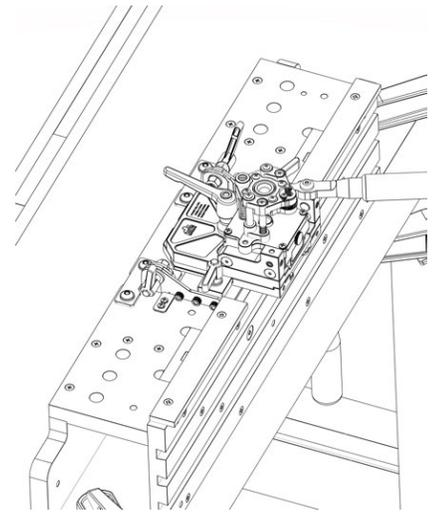

FIG. 10
2. Après avoir fixé le Pocket Mill Pro à la plaque de montage universelle, fermez les poignées de réglage. Voir figure 10.